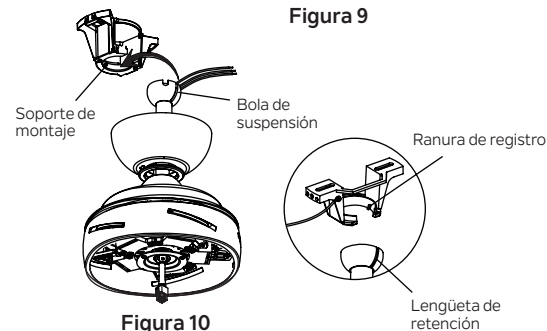

Figura 10
Paso 6. Ahora levante el cuerpo del motor a su posición y coloque la bola de suspensión en el soporte de suspensión. Gire hasta que la “lengüeta de retención” haya caído en la “ranura de registro” y se asiente firmemente. (Figura 10) Todo el cuerpo del motor no debe girar si se hace correctamente.